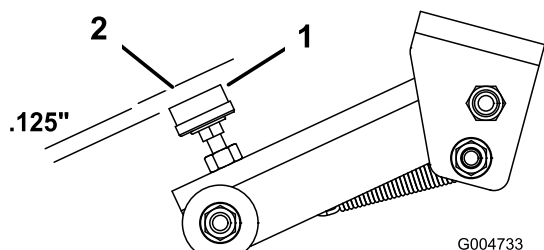

Figura 82
4. A folga entre a protecção de borracha do parafuso de ajuste (Figura 82) e o trinco da cobertura deve ser 3 mm. Se for preciso ajustar, desaperte a porca no parafuso de ajuste, ajuste o parafuso até obter a folga desejada e volte a apertar a porca.